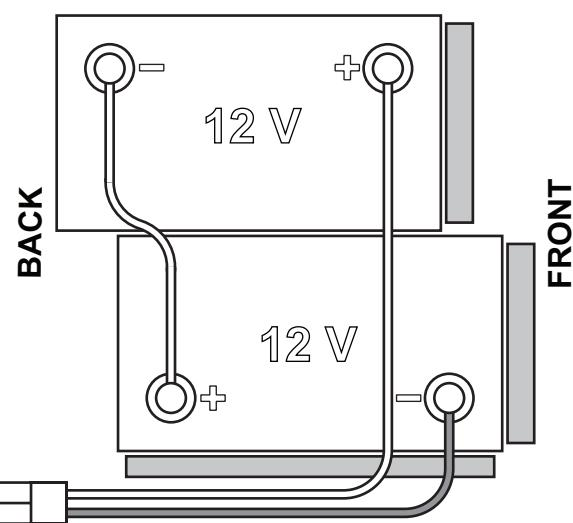

Abbildung 1
Für das Gerät sind zwei 12-V-Batterien erforderlich, die gemäß Anschlussplan in Abbildung 1 anzuschließen sind.
1. Bedienererschlüssel abziehen (51).
2. Batteriestecker (9) trennen.
3. Deckel (34) anheben und überprüfen, ob der Schmutzwassertank (33) leer ist. Gegebenenfalls durch das Ablaufröhr (12) entleeren.
4. Deckel (19) schließen.
5. Tank (33) vorsichtig mit dem Griff (16) anheben.
7. Die Batteriekabel wie im Plan von Abb. 1 gezeigt positionieren und installieren, dann die Mutter auf jeder Batterieklemme sorgfältig festziehen.
8. Die Schutzkappe auf jede Klemme setzen, dann den Batteriesteckverbinder anschließen (9).
9. Tank (33) vorsichtig mit dem Griff (16) absenken.